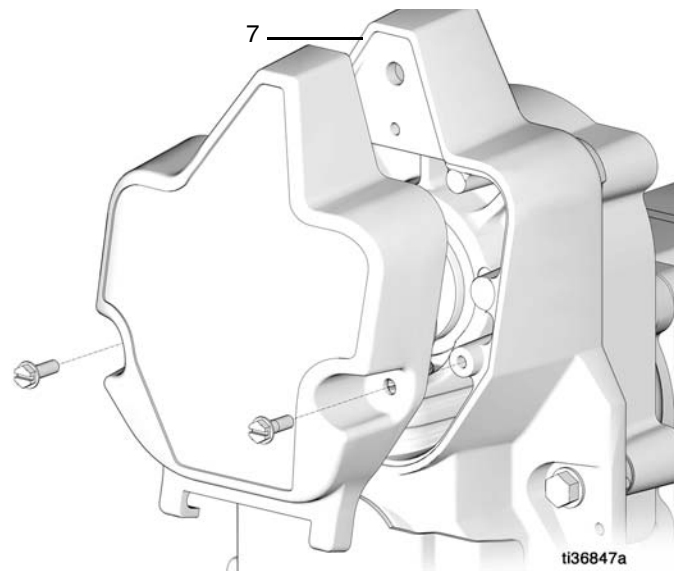

FIG. 11
11. Quite los pernos y la cubierta de la bomba (7) (FIG. 11).